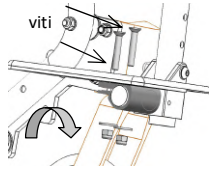

fig. 10.4: Regolazione inclinazione
- **Regolazione angolo di inclinazione del poggiapiedi (fig. 10.4):**